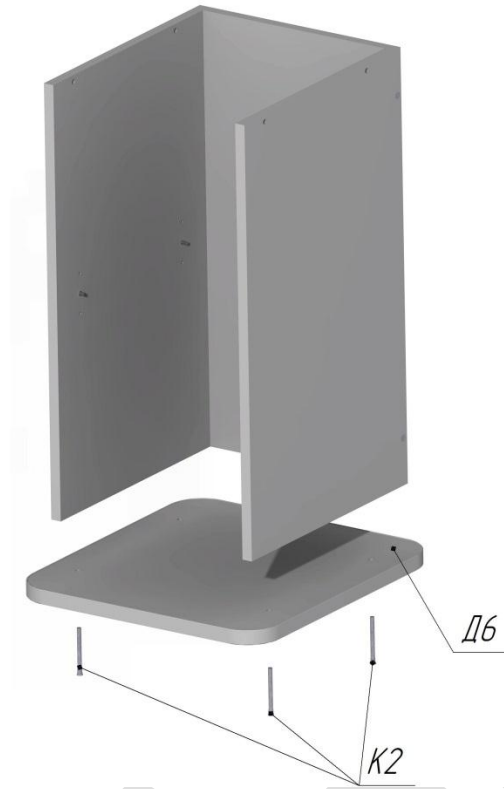

Рисунок 8
11. Закрепить подставку тумбы Д6 на деревянном модуле с помощью конфирматов К2 (4шт.). См.Рис.8.